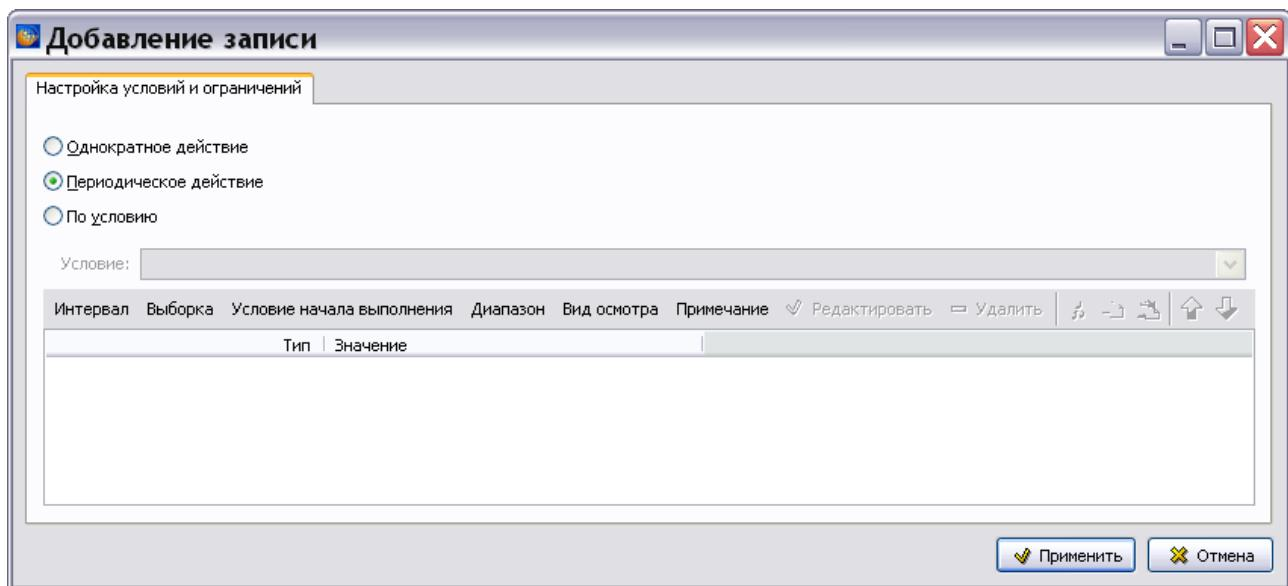

Рис. 3.93
2. В правом окне нажмите на кнопку **Добавить**. После этого откроется окно **Добавление записи** (Рис. 3.93).
Вид окна **Добавление записи** зависит от выбранного вида работы. По умолчанию установлено значение **Периодическое действие**. Поле **Условие** недоступно для ввода данных (Рис. 3.93).